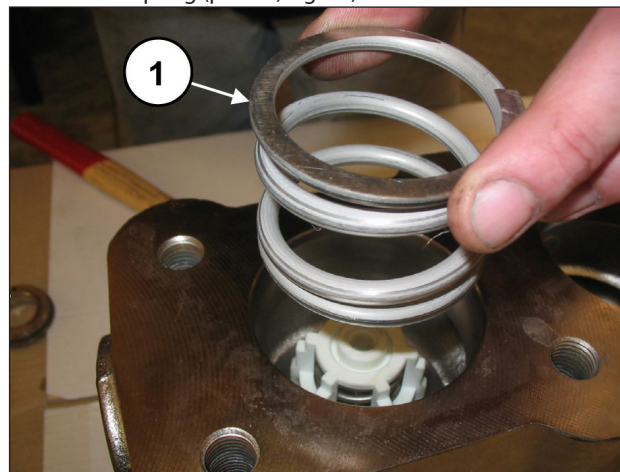

Fig. 81
Remove the spring (pos. ①, Fig. 81).